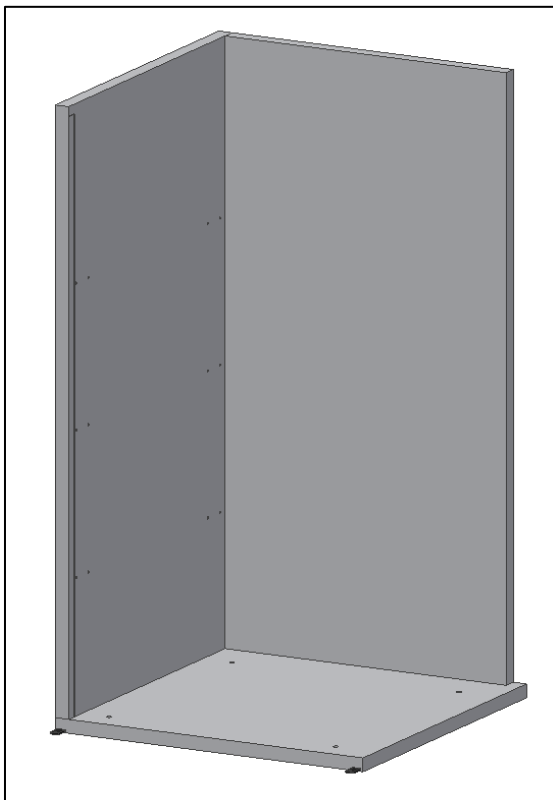

Abb. 4
- Bringen Sie die **linke Seitenwand** auf der Bodenplatte in Position und befestigen Sie sie mit ihr (Abb. 4);